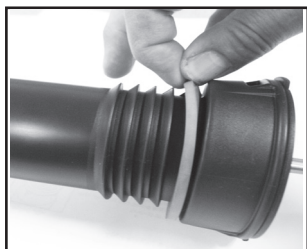

Figure 1
1. Inspecter le joint. En cas d'usure ou de dommages, le retirer et le remplacer (**Voir la figure 1**).